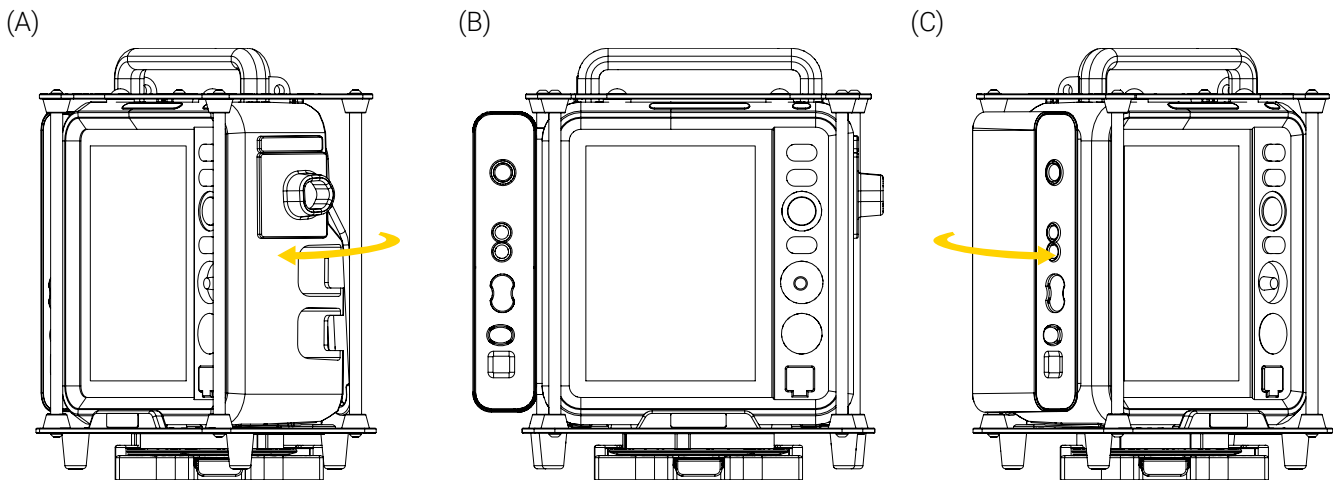

Figure 6: Rotation du BP350-FL sur le système de fixation
3. Tourner le support jusqu'à 360 ° dans le sens horaire ou antihoraire, jusqu'à la position désirée (Figure 6).